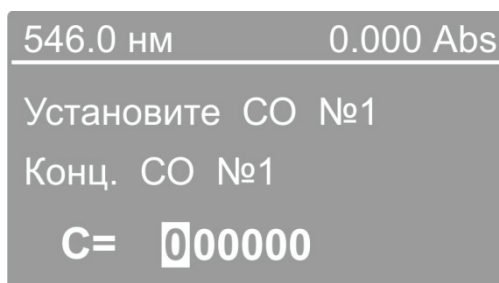

Рисунок 14 - Ввод концентрации стандартного образца.
3. На дисплее отобразится поле ввода концентрации очередного образца (Рисунок 14). Курсор находится на первом нуле числового значения концентрации, состоящего из шести знаковых мест.